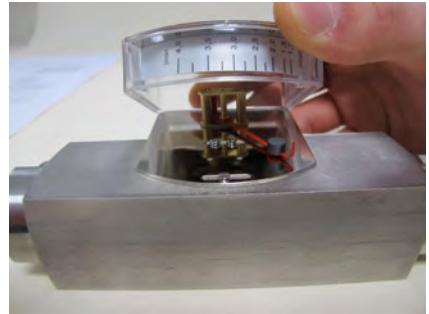

Abb. 39
2. ► Anzeige-Deckelplatte gemeinsam mit Kunststoffgehäuse vorsichtig nach oben von der Anzeige-Bodenplatte abziehen (Abb. 39) und entnehmen. Darauf achten, dass das Zeigerwerk nicht beschädigt wird